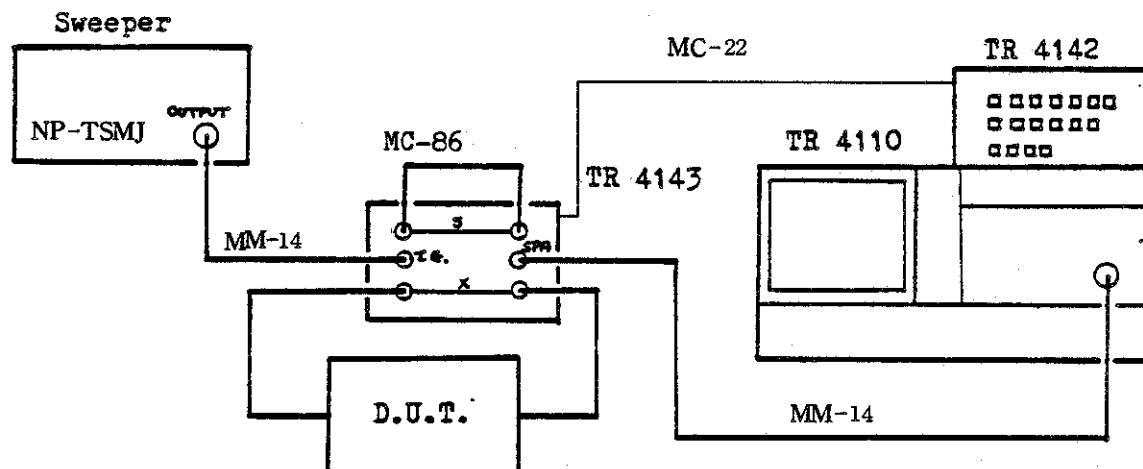
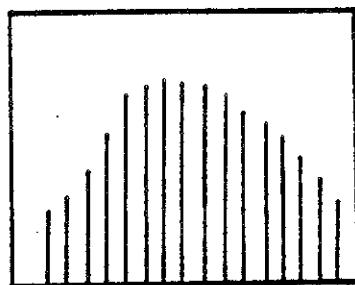

図 3-4 スウェーパを使用した周波数特性の測定の接続図
図 3-5
- (3) スウェーパ、TR-4110、TR-4143を、図3-4に従って接続します。
- (4) 各測定器の「POWER」スイッチを、「ON」に設定します。
- (5) 「DIGITAL MEMORY-THROUGH」スイッチを、「DIGITAL MEMORY」に設定します。
- (6) スイーパを速く自動掃引させ、TR 4110 の「SCAN TIME」スイッチを遅くすると、被測定物の周波数特性が、図 3-5 のようになります。